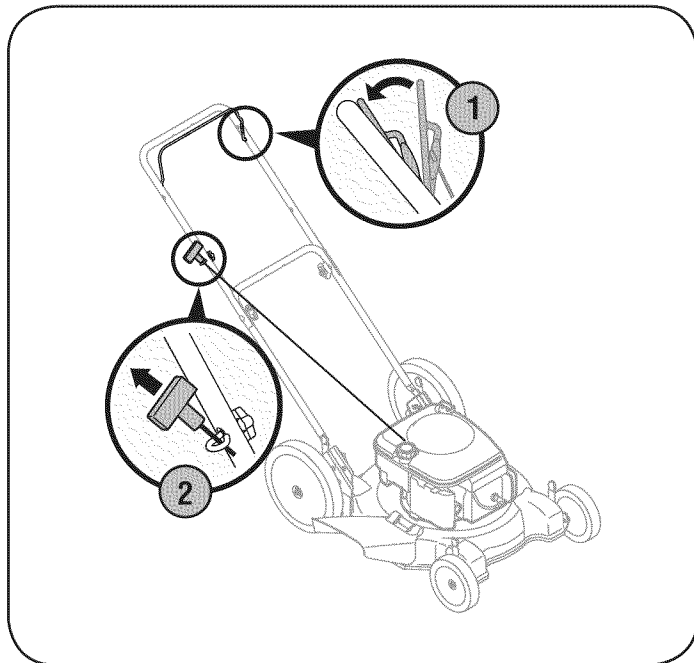

Figura 10
2. Sostenga firmemente las dos manijas juntas, tome la manija del arrancador de retroceso y tire de la cuerda para sacarla con un movimiento rápido y continuo. Vea la Figura 10. Mantenga firme la manija del arrancador, deje que la cuerda regrese lentamente al arrancador. Repita hasta que el motor esté en marcha. Deje que la cuerda se enrosque lentamente de regreso.